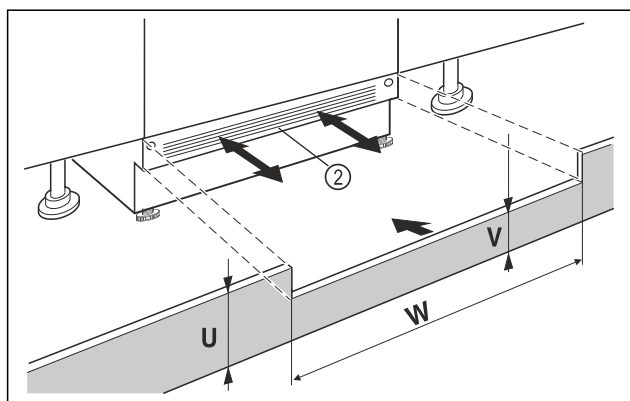

Fig. 16 Primjer izgleda
- Natakните masku podnožja uređaja Fig. 16 (2), ali je nemojte još pričvrstiti.
- Ako se maska podnožja Fig. 16 (2) vidi, izvucite je toliko prema naprijed da prednji rub ventilacijske rešetke i maske podnožja namještaja tvore ravninu.
- Ako je maska podnožja skrivena Fig. 16 (2), gurnite je posve prema otpraga.
- Obratite pozornost na potpuno slobodne ventilacijske otvore: Po potrebi izrežite visinu maske podnožja namještaja Fig. 16 (U)!
- Uzduž širine niše Fig. 16 (W) prilagodite visinu poprečne lamele Fig. 16 (V) ispod maske podnožja uređaja Fig. 16 (2).